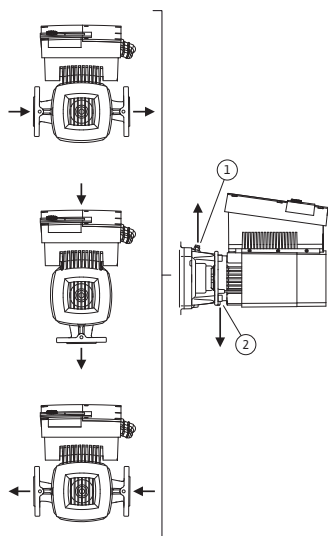

Fig. 23: Poziții de montaj admise la arborele motor dispus orizontal
Pozițiile de montaj admise la arborele motor dispus orizontal și la modulul electronic orientat în sus (0°) sunt reprezentate în Fig. 23. Nu sunt ilustrate pozițiile de montaj admise la modulul electronic montat în lateral ($\pm 90^\circ$). Este permisă orice poziție de montaj cu excepția celei în care „modulul electronic este orientat în jos” (-180°). Dezaerarea pompei este garantată numai atunci când supapa de dezaerare este orientată în sus (Fig. 23, Poz. 1).
Numai în această poziție (0°), condensul rezultat poate fi evacuat orientat, prin orificiul existent, printr-o piesă intermediară a pompei, precum și prin motor (Fig. 23, Poz. 2).
- Dacă arborele motorului este montat orizontal, poziția orificiului de condens trebuie să fie obligatoriu în jos (Fig. 23, Poz.2). La nevoie, motorul trebuie rotit corespunzător.